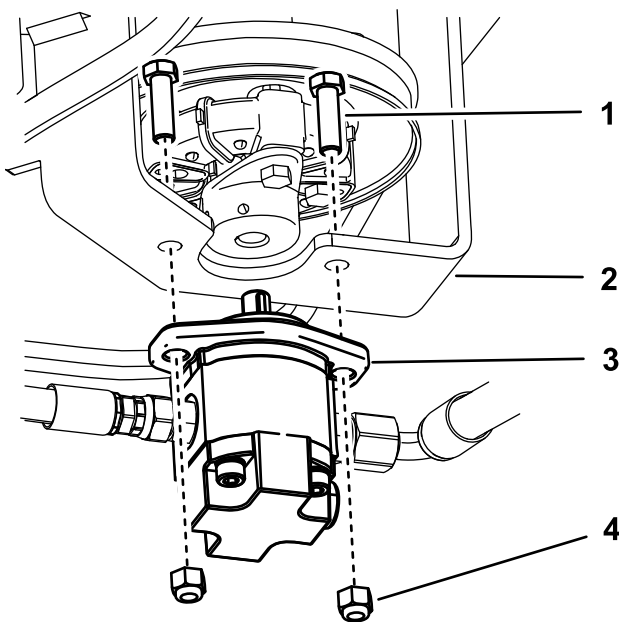

Figure 40
7. Figure 40
10. Montez la pompe à engrenages (Figure 40).